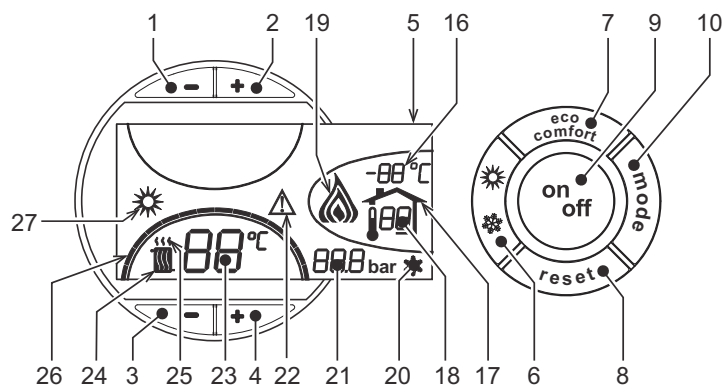
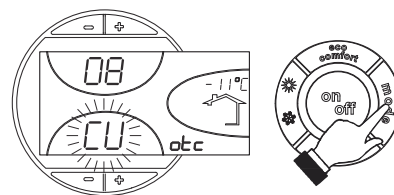
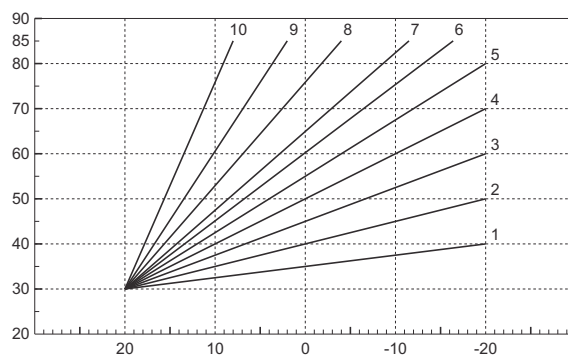
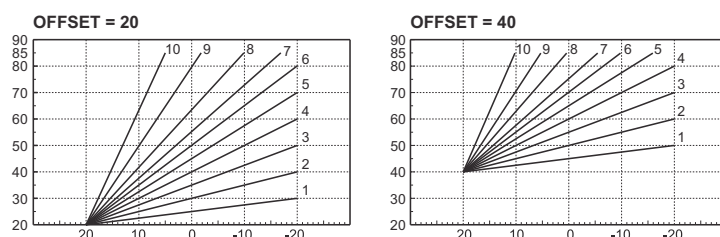

fig. 1 - Panel de control
fig. 9 - Curva de compensación
fig. 11 - Curvas de compensación
fig. 12 - Ejemplo de desplazamiento paralelo de las curvas de compensación
Pulsar la tecla **on/off** (9 - fig. 1) durante 1 segundo.
Se inhabilita el funcionamiento en calefacción. El sistema antihielo permanece operativo. Para volver a activar la caldera, pulsar nuevamente la tecla **on/off** (9 - fig. 1) durante 1 segundo.
- Pulsar la tecla **ON/OFF** (9 - fig. 1).
Pulsar la tecla **verano/invierno** (6 - fig. 1) 1 segundo.
En la pantalla se visualiza el símbolo Verano (27 - fig. 1): la caldera sólo suministra agua sanitaria. El sistema antihielo permanece operativo.
Para desactivar la modalidad Verano, pulsar nuevamente la tecla **verano/invierno** (6 - fig. 1) 1 segundo.
Mediante las **teclas** (3 y 4 - fig. 1) se puede regular la temperatura de la calefacción desde un mínimo de 30 °C hasta un máximo de 80 °C.
Mediante las teclas +/- (1 y 2 - fig. 1) se puede regular la temperatura del agua sanitaria desde un mínimo de 10 °C hasta un máximo de 65 °C.
Si está instalada la sonda externa (opcional), en la pantalla del panel de mandos (5 - fig. 1) aparece la temperatura instantánea medida por dicha sonda. El sistema de regulación de la caldera funciona con "Temperatura adaptable". En esta modalidad, la temperatura del circuito de calefacción se regula en función de las condiciones climáticas exteriores, con el fin de garantizar mayor confort y ahorro de energía durante todo el año. En particular, cuando aumenta la temperatura exterior disminuye la temperatura de ida a la calefacción, de acuerdo con una curva de compensación determinada.
Durante el funcionamiento con temperatura adaptable, la temperatura programada mediante las teclas de calefacción +/- (3 y 4 - fig. 1) pasa a ser la temperatura máxima de ida a la instalación. Se aconseja definir el valor máximo para que la instalación pueda regular la temperatura en todo el campo útil de funcionamiento.
Si se pulsa una vez la tecla **mode** (10 - fig. 1), se visualiza la curva actual de compensación (fig. 9), que se puede modificar con las **teclas del agua sanitaria** (1 y 2 - fig. 1). Seleccionar la curva deseada entre 1 y 10 según la característica (fig. 11).
Si se pulsan las **teclas de la calefacción** (3 y 4 - fig. 1), se accede al desplazamiento paralelo de las curvas (fig. 12), modificable mediante las **teclas del agua sanitaria** (1 y 2 - fig. 1).
Al pulsar otra vez la tecla **mode** (10 - fig. 1) se sale de la modalidad de regulación de las curvas paralelas.
Si la caldera tiene conectado el reloj programador a distancia (opcional), los ajustes descritos anteriormente se gestionan según lo indicado en la tabla 1. Además, en la pantalla del panel de mandos (5 - fig. 1) aparece la temperatura ambiente actual medida por el reloj programador a distancia.
| Selección Eco/Comfort                           | Si se desactiva el funcionamiento en sanitario desde el menú del reloj programador a distancia, la caldera selecciona la modalidad Economy. En esta condición, la tecla 7 - fig. 1 del panel de la caldera está inhabilitada.Si se vuelve a activar el funcionamiento en sanitario con el reloj programador a distancia, la caldera se dispone en modo Comfort. En esta condición, con la tecla 7 - fig. 1 del panel de la caldera es posible pasar de una modalidad a otra. |